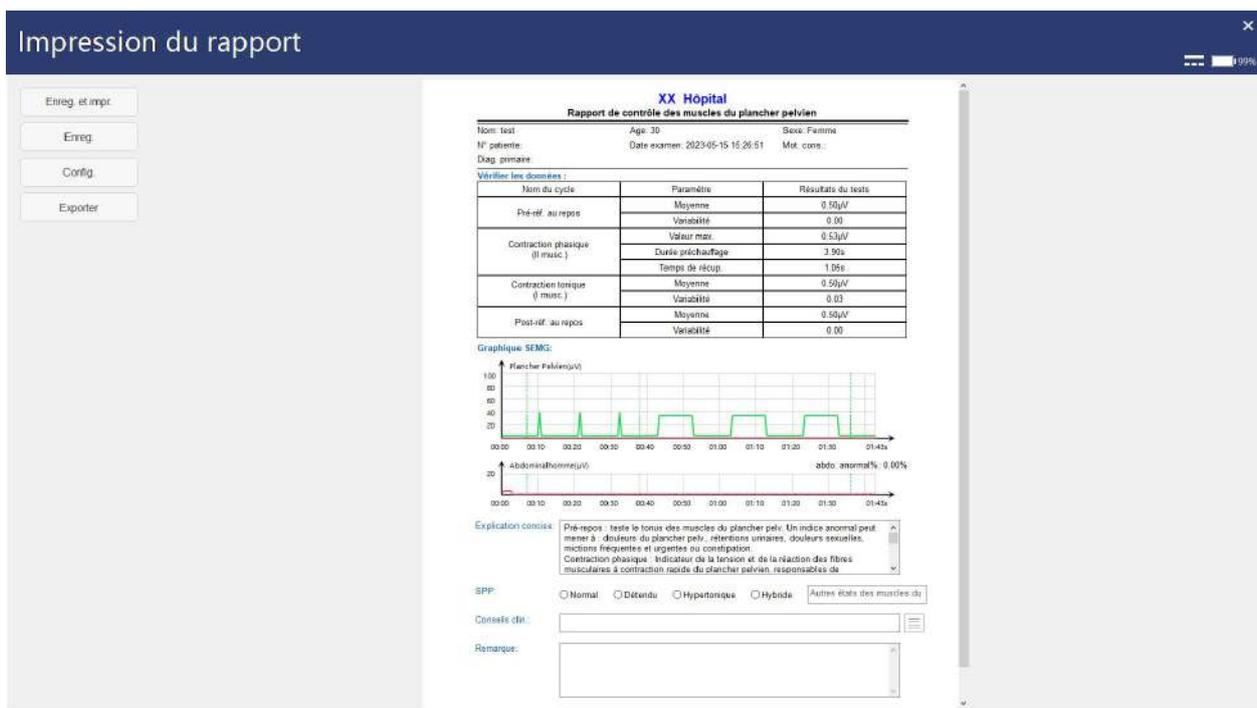

Figure 5-5
**Rapport d'évaluation** : affiche l'aperçu complet du rapport de dépistage ou d'évaluation. Le rapport peut être imprimé, exporté et envoyé par messagerie électronique, et la configuration d'impression peut être modifiée. Reportez-vous à la figure 5-5.